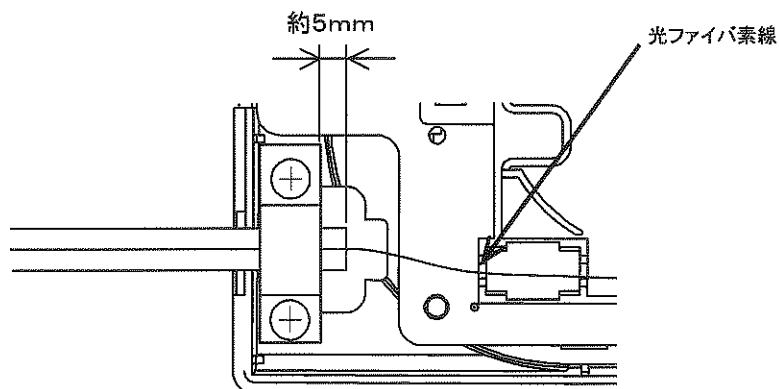

図 4-24 ドロップケーブルの取り付け(2)
- 光ファイバ素線にストレスがかからないように、ケーブルの位置を調整した後、ケーブル固定金具用ネジ(付属品⑨)を本締めします。(図 4-24 参照)